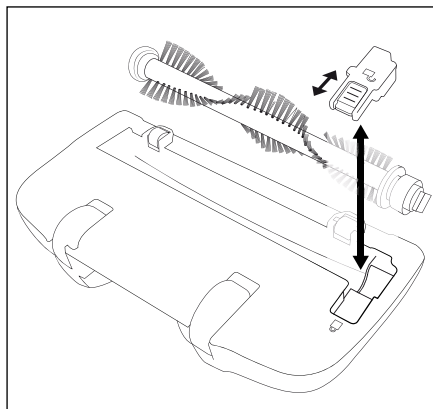

Fig. 4
- 2) Desplace el bloqueo de la placa de cobertura hacia el símbolo  para poder extraer la placa de cobertura (fig. 4).
- 7) Vuelva a colocar la placa de cobertura y desplace el bloqueo hacia el símbolo  para fijarla (fig. 4).